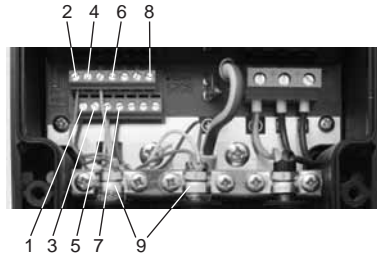

Рис. 5 Подключение датчика и контроллера
4. Подсоединить кабели датчика и контроллера к интерфейсу. См. рис. 5. Обрезать белый провод датчика DPI. Подсоединить экран кабеля датчика и контроллера под зажимом заземления.